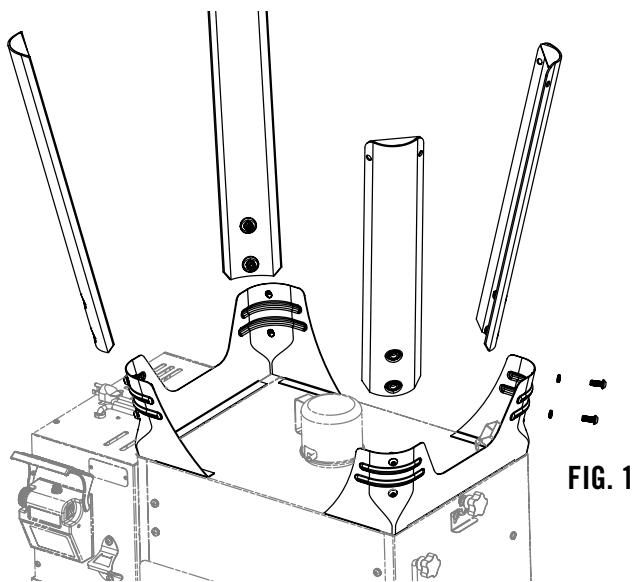

FIG. 1
1. Monter chacun des 4 pieds comme indiqué à la Fig. 1.